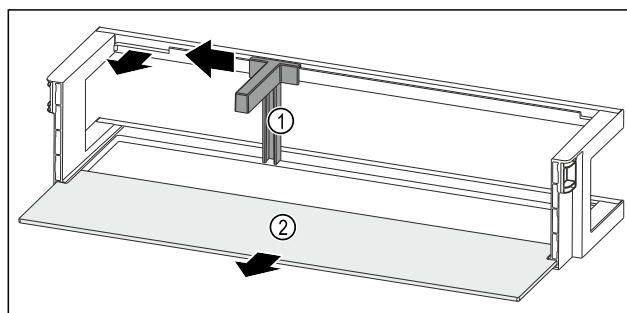

Fig. 181 Dveřní přihrádka s držákem lahví a odkládací plochou
- ▶ Držák lahví Fig. 181 (1) posuňte na stranu až k vybrání.
- ▶ Držák lahví Fig. 181 (1) odeberte.
- ▶ Odkládací plochu Fig. 181 (2) odeberte.